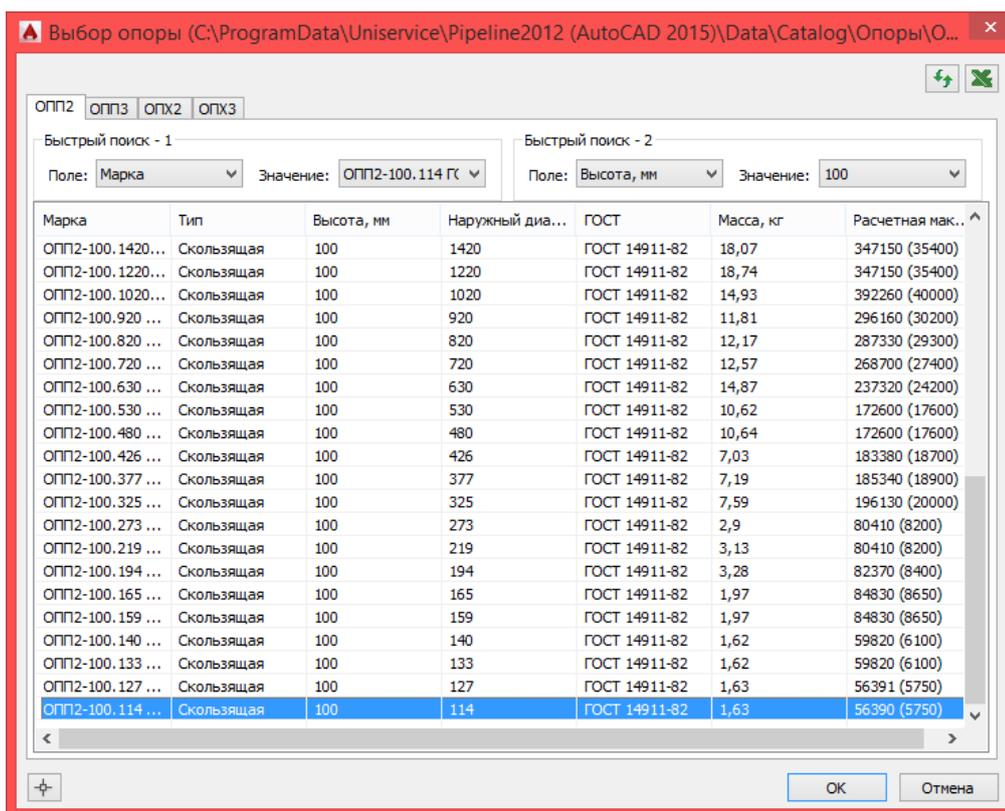

Рис. 70 Диалоговое окно выбора опор из каталога.
- г) В диалоговом окне *Выбор опоры* (см. рис. 70) выбрать запись с нужной опорой и нажать *ОК* (или дважды щелкнуть по нужной записи).
Внести данные в каталог можно и непосредственно при создании новой опоры или расстановке опор по трассе. Для этого в диалоге *Выбор опоры* (см. рис. 70), нужно нажать *Открыть файл каталога в Excel*